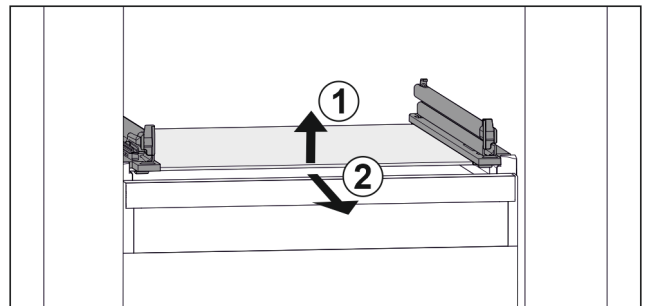

Fig. 45 Примерно изображение на стъклената плоча
- ▶ Повдигнете стъклената плоча отпред. Fig. 45 (1)
- ▶ Извадете стъклената плоча напред. Fig. 45 (2)